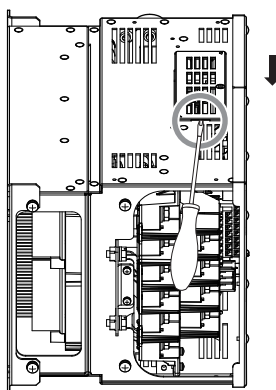

Figura 4.36 Retirar la cubierta del conector CN19
3. Inserte un destornillador recto en la apertura como se muestra en la Figura 4.36, luego retire la cubierta del conector CN19 deslizándola como se muestra en la Figura 4.36.